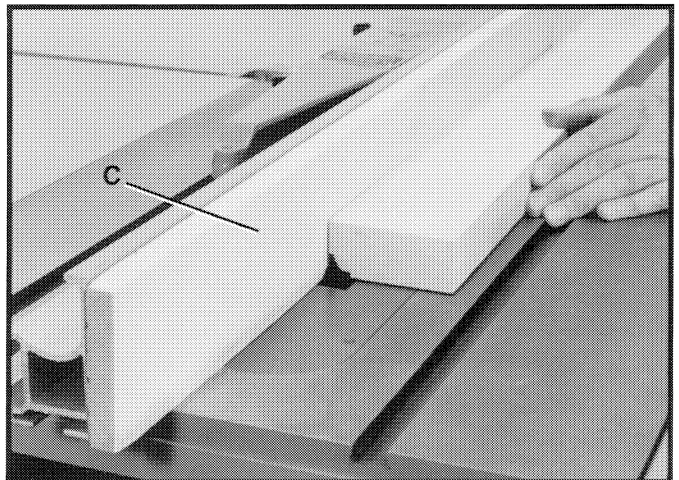

Fig. 95
Durante el uso del cabezal moldeador, resulta necesario añadir el refrentado de madera (C) al frente de la guía de corte a lo largo, como se ilustra en la Fig. 95. El refrentado de madera se conecta a la guía con tornillos de madera a través de los hoyos que deben taladrarse en la guía. El material de 3/4 de pulgada es aceptable para la mayoría de los trabajos, aunque una labor ocasional puede requerir el uso de refrentado de 1 pulgada.
Coloque el refrentado de madera sobre el cabezal de corte, y con el cabezal por debajo de la superficie de la mesa. Arranque la sierra y eleve el cabezal de corte. El cabezal cortará su propia ranura en el refrentado de madera. La Fig. 95 muestra una función de moldeado típica. **JAMAS UTILICE EL CABEZAL DE CORTE MOLDEADOR EN UNA POSICION DE BISELADO.**